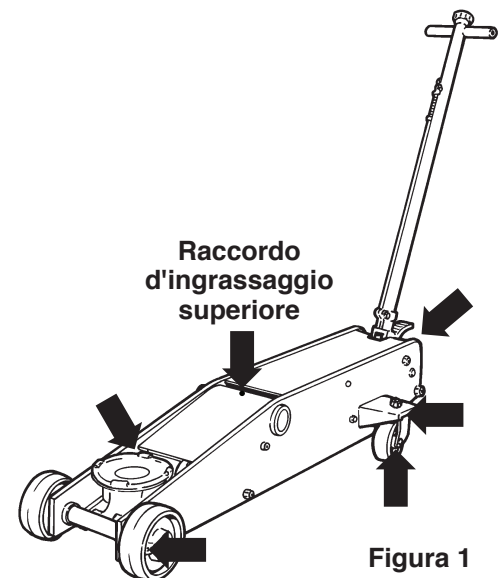

Figura 1
Vedi Figura 1.
1. **Almeno una volta al mese**, lubrificare le parti mobili del martinetto (indicate da frecce nella Figura 1).